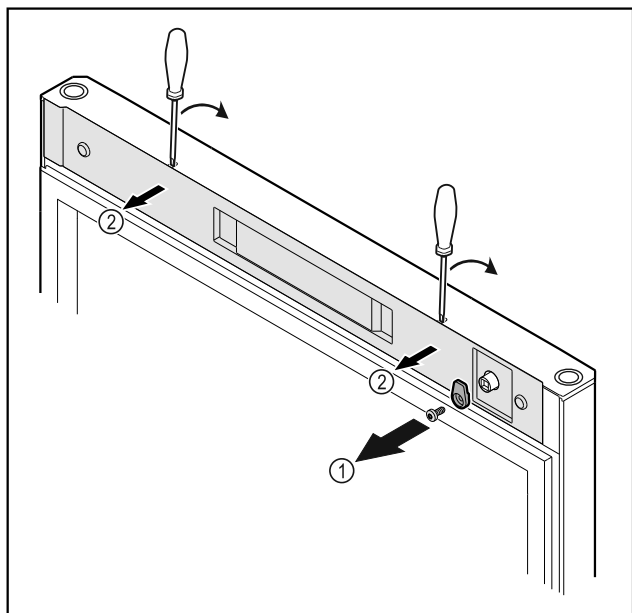

Fig. 52
- ▶ Atsukite uždarymo kabliuką Fig. 52 (1).
- ▶ Atfiksukite dengiamąją plokštelę Fig. 52 (2) mažu atsuktuvu ir nuimkite.